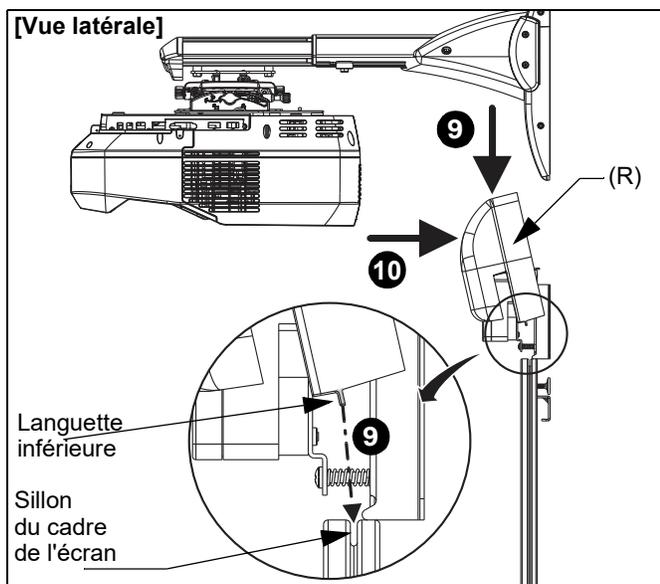

Figure 60
9. Abaissez le cache du capteur AN3 (R) sur le capteur tactile, en plaçant ses languettes inférieures dans le sillon du haut du cadre de l'écran. (Voir figure 60)
10. Faites basculer le haut du cache du capteur sur le haut du capteur tactile, puis verrouillez-le. (Voir figure 60)